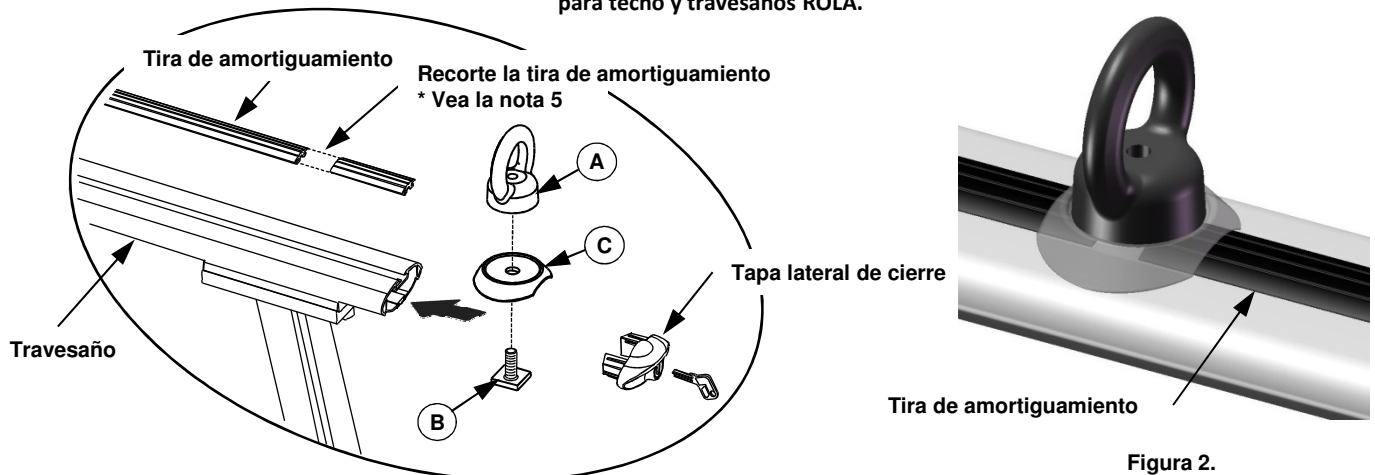

Figura 2.
5. \*Nota: La tira de amortiguamiento se ajusta debajo de la placa base de plástico, como se muestra en la figura 2.
7. Apriete firmemente los cuatro (4) anillos de amarre.